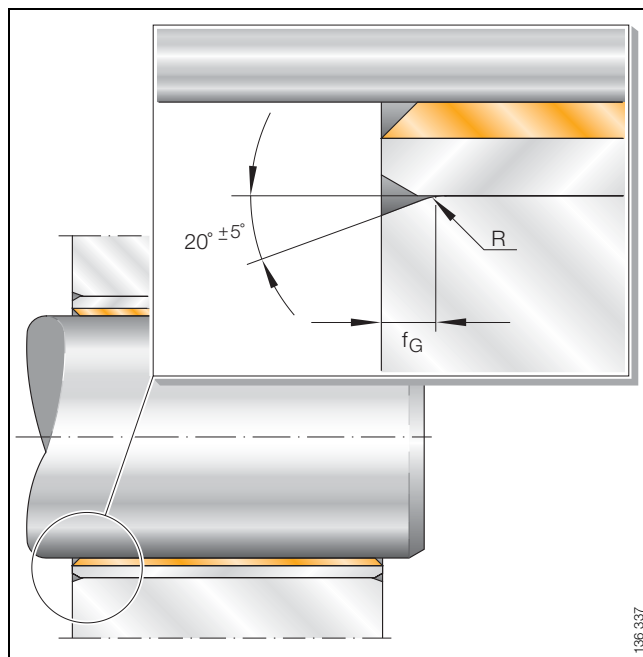

Figura 9 · Chaflán en el alojamiento para casquillos PAP
- Chaflán $f_G \times 20^\circ \pm 5^\circ$ (figura 9, Tabla 5). Este chaflán tiene por objeto facilitar el montaje a prensa del casquillo.
Tabla 5 · Anchura del chaflán f_G en el agujero del alojamiento para casquillos (figura 9)